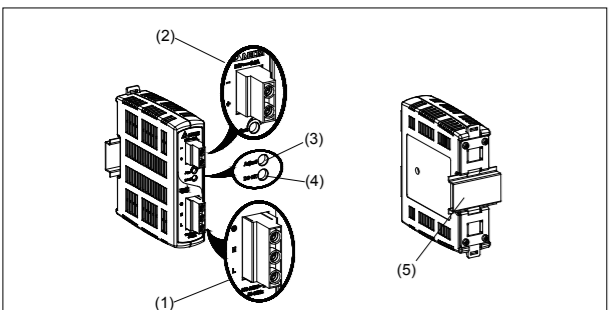
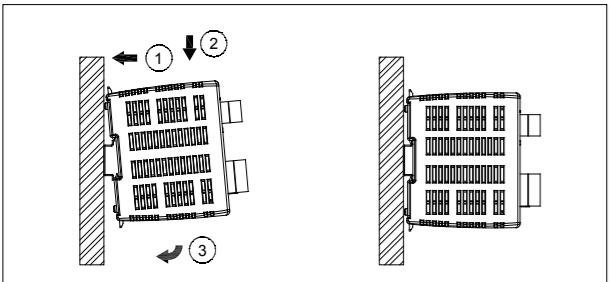
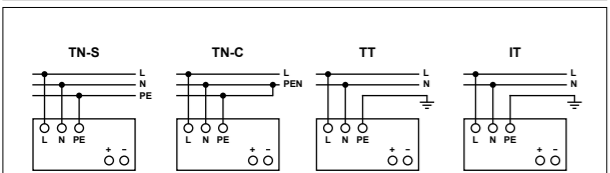

Figure 1
Figure 2
Figure 5
2. Device description (Fig. 1)
3. Mounting (Fig. 2)
Snap on the DIN rail as shown in Fig. 2:
5.1. Input connection (Fig. 1, Fig. 5)
Use L, N and PE connections of input terminal connector (see Fig. 1 (1)) to establish the 100-240Vac connection.
5.2. Output connection (Fig. 1 (2))
Use the “+” and “-” screw connections to establish the 24Vdc connection. The output provides 24Vdc. The output voltage can be adjusted from 22 to 28Vdc on the potentiometer. The green LED DC OK displays correct function of the output (Fig. 1 (4)). The device has a short circuit and overload protection and an over voltage protection limited to 35Vdc.
2. Description de l'appareil (Fig. 1)
- Potentiomètre de réglage de tension continue (CC)
3. Montage (Fig. 2)
Encliquez le sur le rail DIN comme indiqué à la Fig. 2:
5.1. Raccordement d'entrée (Fig. 1, Fig. 5)
La connexion au 100-240Vca s'effectue par les bornes L, N et PE (terre de protection) du bornier d'entrée (voir Fig. 1(1)).
5.2. Raccordement de sortie (Fig. 1 (2))
Utilisez les bornes à vis « + » et « - » pour relier au 24Vcc. La sortie délivre un courant en 24Vcc. La tension de sortie peut être réglée entre 22 et 28Vcc à l'aide du potentiomètre. Le voyant DEL OK vert indique le bon fonctionnement de la sortie (Fig. 1 (4)). L'appareil est équipé d'une protection de court-circuit et contre les surcharges, ainsi que d'une protection contre les surtensions réglée à 35Vcc.